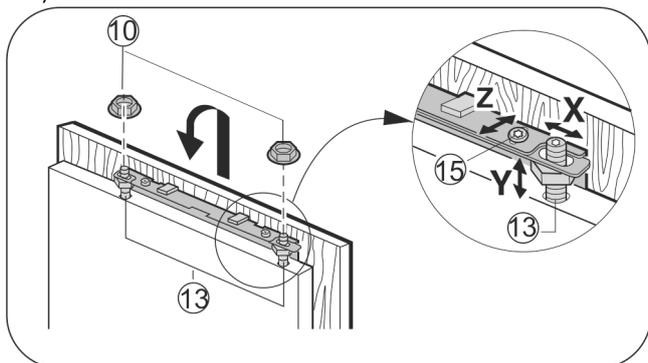

Fig. 27
- ▶ Enganche la puerta del mueble en los pernos de ajuste Fig. 27 (13) y atornille ligeramente las contratuercas Fig. 27 (10) en los pernos de ajuste.
- ▶ Alinear la puerta del mueble en cuanto a altura Y e inclinación lateral: ajuste los pernos de ajuste Fig. 27 (13) con un destornillador.
- ▶ Apriete las contratuercas Fig. 27 (10).